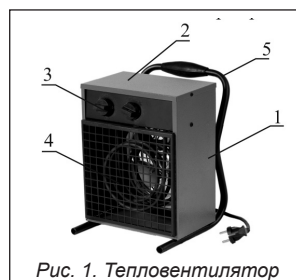

Рис. 1. Тепловентилятор
5.1. Схема тепловентилятора представлена на рис. 1: